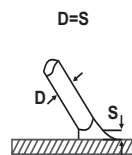
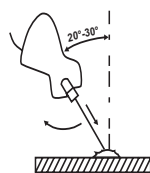

рис. 2
рис. 3
7.1.6 Как только произойдёт зажигание дуги, электрод нужно держать на таком расстоянии S рис. 2 от обрабатываемого материала, которое соответствует диаметру электрода D рис. 2. Для получения равномерного шва далее необходимо соблюдать эту дистанцию по возможности постоянной. Также необходимо помнить, что наклон оси электрода должен быть примерно 20-30 градусов. (рис. 3).